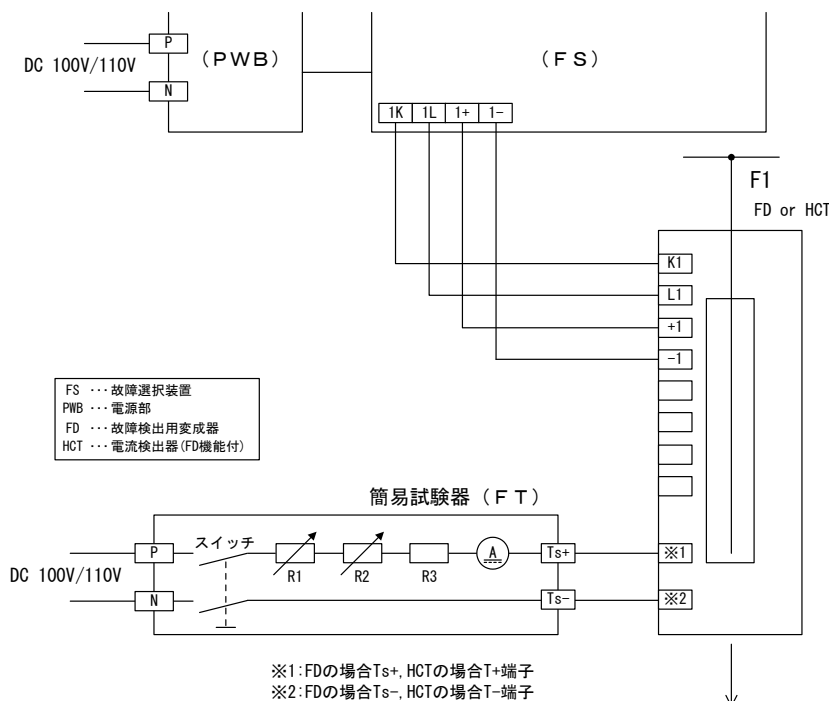

図 31. 動作試験回路
故障検出用変成器 (FD) および電流検出器 (HCT) には一次電流と等価な試験コイルを内蔵しており、一次電流 1000A あたり約 1A の直流電流を通電することで等価試験を行うことができます。図 31 に弊社製の簡易試験器 (FT) を使用した場合の等価試験回路を示します。
(2) 等価試験の試験手順
- ① 図 31 のように、FT の Ts+・Ts- 端子を FD の Ts+・Ts- 端子（または HCT の T+、T- 端子）に接続し、FT の P, N 端子を DC100V/110V に接続して下さい。
- ② 可変抵抗器 R1, R2 を左に回し FT の内部抵抗値を最大にした状態で、FT のスイッチを投入し、FS の動作を確認して下さい。
- ③ 不動作の場合はR1, R2 を右へ回して抵抗を減らして、再びスイッチを投入して、FS の動作を確認して下さい。
- ④ ③の操作を繰り返して動作限界点を求め、動作時の電流値を電流計(A)で確認します。この動作電流値が試験成績表に記載の電流値と比較して±10%以内ならば装置の動作感度は正常とみなします。
(3) 等価試験時の注意事項
- ① スwitchの切時間は5秒以上確保して下さい(切時間が短い場合は誤差が発生)。
- ② DC100V/110V 電源は十分に容量が大きい電源を使用して下さい(リップルやレスポンスの大きい電源および内部インピーダンスの大きい電源の場合は誤差が発生)。
- ③ スwitchの投入時間は、簡易試験器に内蔵されている抵抗器の熱的な面から長い時間の通電をさげ、メータの読取りが終わったらすみやかに切して下さい。投入時間は長くても5秒以内とし、切時間は5秒以上確保して下さい。